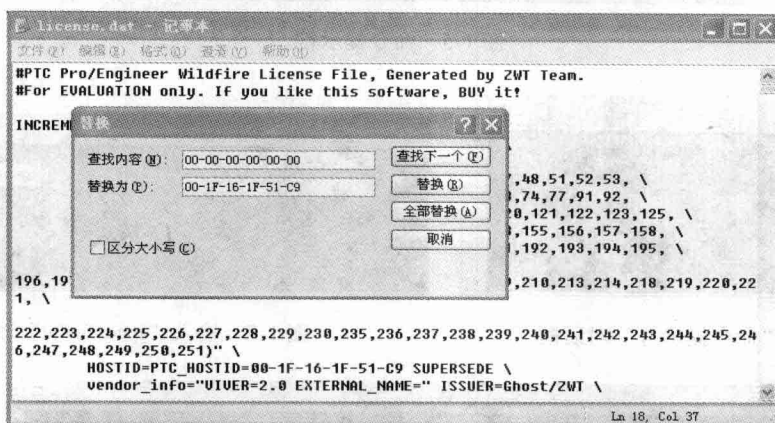

图 1-10 替换物理地址
- (7) 将原来的“XX-XX-XX-XX-XX-XX”替换成刚才你记下的本机物理地址“XX-XX-XX-XX-XX-XX”，单击“全部替换”，保存后退出，如图 1-10 所示。